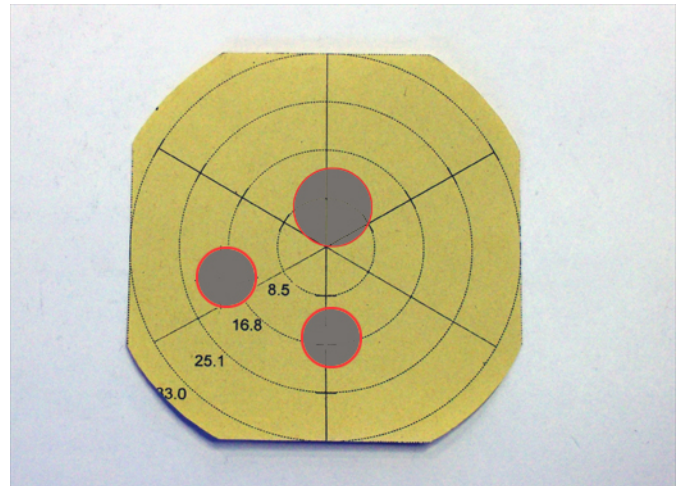

Figura 1
- **Perfil de pulverização em ordem:** as três marcas de pulverização estão uniformemente distribuídas e têm o mesmo tamanho. (Figura 1)